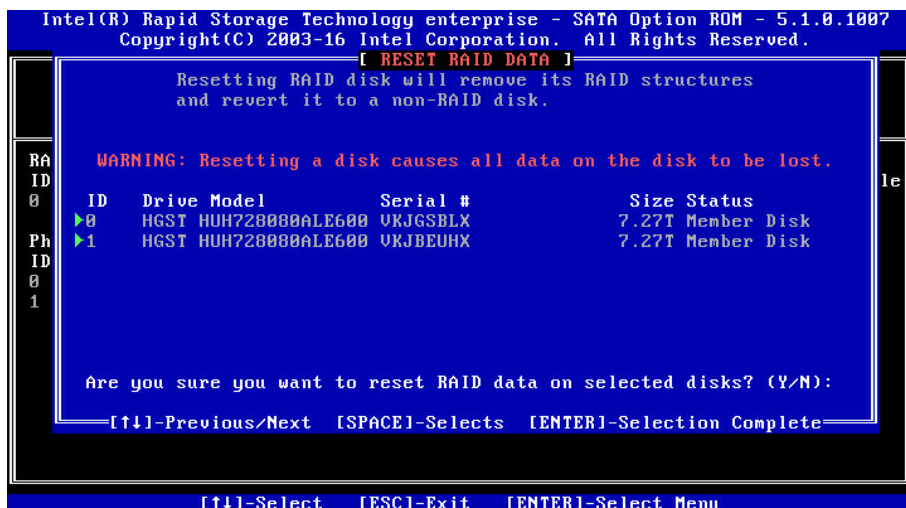

图 8.38
2.4 Reset Disks to Non-RAID 菜单。进入 Reset Disks to Non-RAID 菜单，如图 8.38 所示，系统会显示 RAID 卷中的所有硬盘，请根据实际需要空格键选择要重置的硬盘，然后按 Enter 键重置硬盘，系统再次提示“Are you sure you want to reset RAID data on selected disks? (Y/N)”，根据提示键入“Y”或“N”。注意，重置硬盘时，硬盘上的数据将会全部丢失，同时该硬盘将不再属于 RAID 卷。